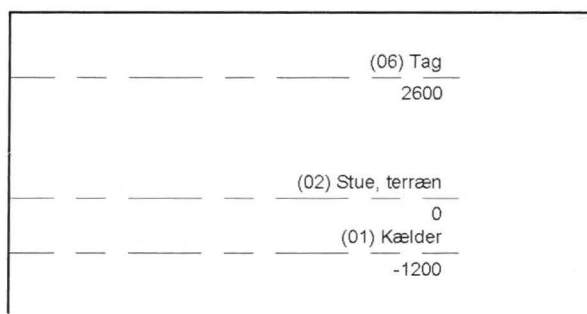

Fig. 04.09. Levels i *Templaten*. Det kan være udgangspunktet ser anderledes ud i den *Template* du starter projektet i.
- Klik på Linien med (01) Kælder og den bliver markeret med en blå farve. (Fig. 04.09)